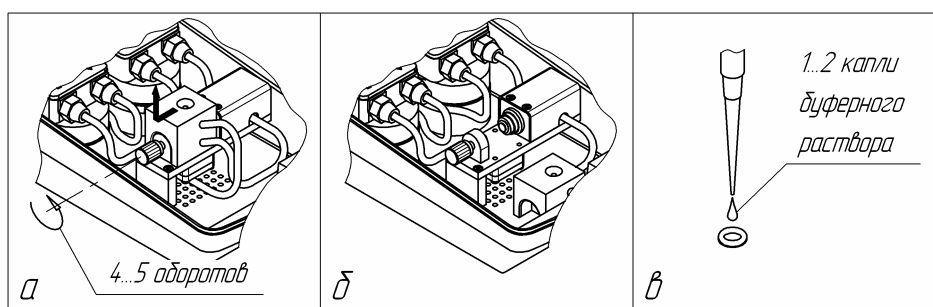

Рис.23. Действия по подготовке к установке мембраны.
3.5.3. Ослабьте винт прижимного механизма ячейки, повернув его против часовой стрелки на 4-5 оборотов. Сдвиньте ячейку влево до упора и снимите ее, потянув за корпус вверх так, чтобы она не мешала головке датчика (см. рис.23, поз.а, направление стрелки). Отложите ячейку в сторону (см. рис.23, поз.б).
3.5.5. Возьмите подготовленную мембрану за внешнее кольцо, так чтобы пленка мембраны находилась снизу. Капните в нее 1-2 капли подготовленного буферного раствора (см. рис.23, поз.в). Рекомендуется смачивание поверхности датчика буферным раствором.